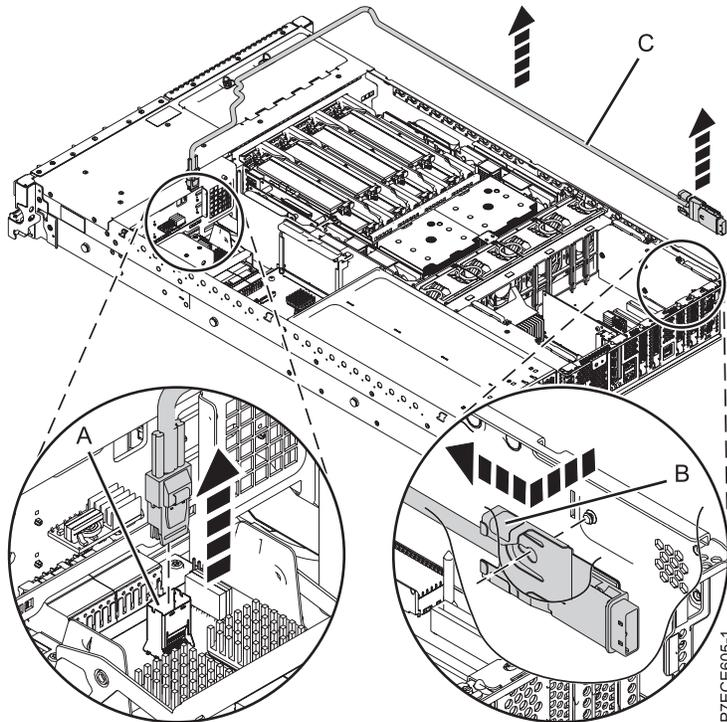

図 23. 外部 SAS ポートの取り外し
9. 青色のタッチ・ポイント (B) を持ってケーブル・ブラケットを引っ張り、SAS ケーブルをシャーシ後部の外部 SAS ポート開口部から引き出します。43 ページの図 23 を参照してください。
10. SAS ケーブル (C) をシステムから引き抜きます。
11. SAS コネクター (A) のラッチを強く握って、ケーブルをシステム変換コネクター・カードの被覆部から引き抜きます。